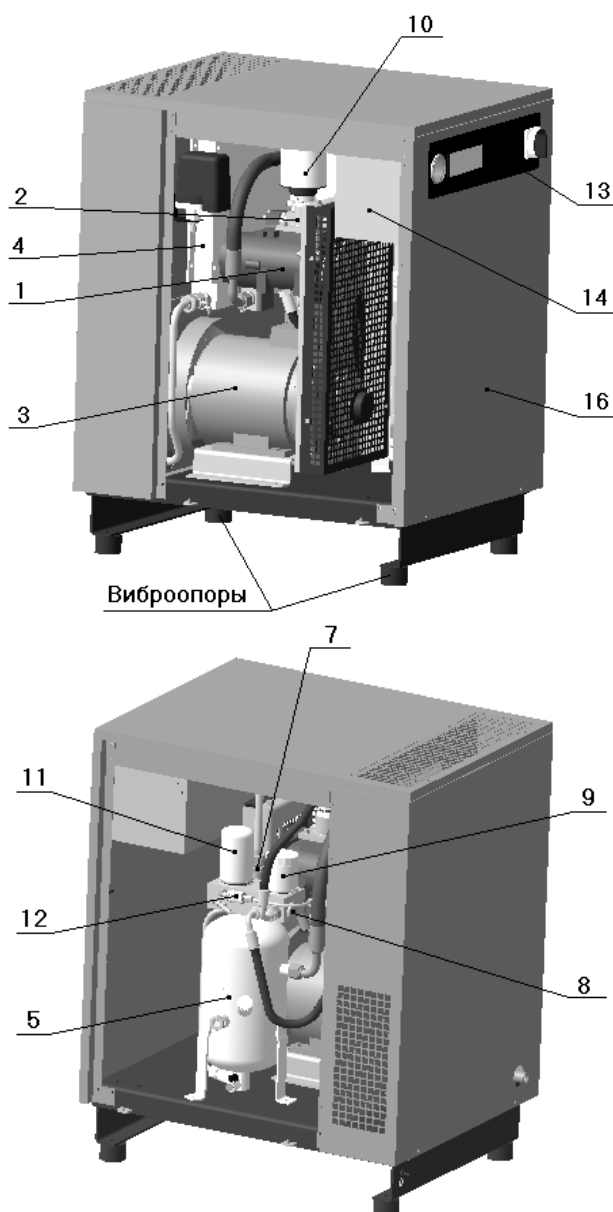
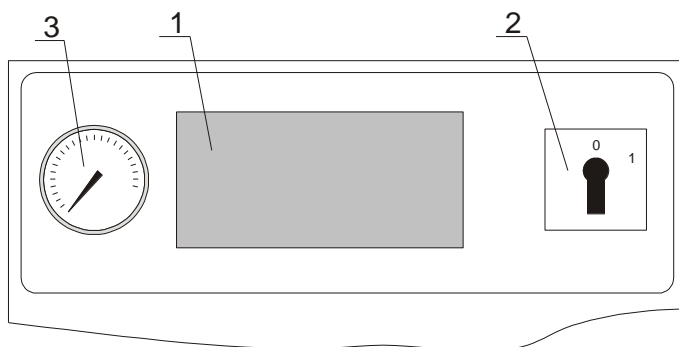
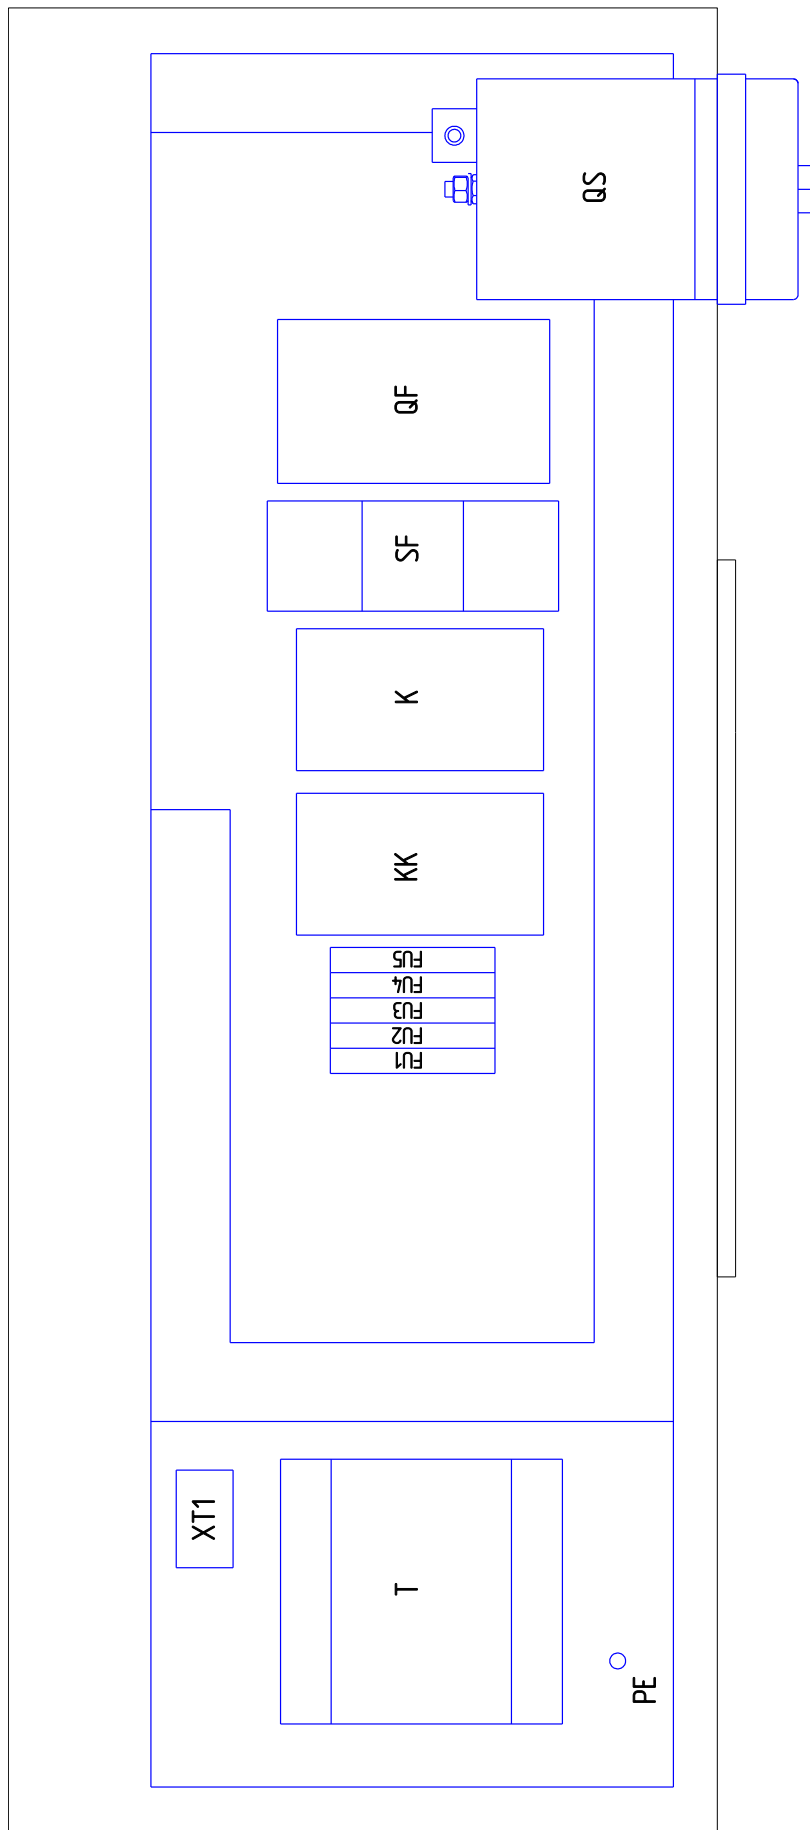

Рисунок 1 – Общий вид компрессорной установки ВК5Е-..., ВК7Е-..., ВК10Е-...
Рисунок 5
Рисунок 6 – Блок-схема платы монтажной BK5E, BK7E, BK10E
1 – Винтовой блок предназначен для выработки сжатого воздуха. Винтовые блоки, применяемые в компрессорных установках, приведены в таблице 3 (см. рисунок 1 или 2, или 3). В корпусе винтового блока расположены: винтовая группа, пропускные каналы для воздуха и масла, присоединительные фланцы.
2 – Клапан всасывающий (см. рисунок 1 или 2, или 3) воздушный выполняет функцию подачи воздуха в камеру сжатия и предотвращения выброса наружу сжатого воздуха и масла в момент останова установки при любом давлении подачи сжатого воздуха. Переключение клапана всасывающего в режим "ЗАГРУЗКА" или "ХОЛОСТОЙ ХОД" осуществляется при помощи клапана электромагнитного, который управляется программируемым контроллером от сигнала датчика давления.
3 – Электродвигатель (см. рисунок 1 или 2, или 3) предназначен для привода винтового блока.
4 – Воздушно-масляный радиатор (см. рисунок 1 или 2, или 3) двухсекционный, комбинированный, выполняет функции охлаждения масла и предварительного охлаждения воздуха на выходе из установки. Радиатор охлаждается проходящим через него потоком воздуха, который нагнетается вентилятором, установленным на втором конце вала электродвигателя привода установки.
5 – Маслоборник (см. рисунок 1 или 2, или 3) выполняет следующие функции:
7 – Клапан минимального давления (см. рисунок 1 или 2, или 3), установленный на линии нагнетания, предназначен для поддержания минимального давления в пределах 0,2...0,4 МПа внутри установки до тех пор, пока давление в распределительной сети не уравнивается с давлением внутри
8 – Термостат (см. рисунок 1 или 2, или 3) состоит из запорного плунжера и термочувствительного глицеринового элемента, изменяющего направление потока масла в зависимости от температуры и смонтирован в корпусе, на котором также установлен фильтр масляный.
9 – Фильтр масляный (см. рисунок 1 или 2, или 3) неразборный изготовлен в металлическом корпусе. Он расположен в контуре смазки и предотвращает попадание твердых частиц на рабочие поверхности винтов и подшипников. Его замена необходима после выработки часов, указанных в разделе "ТО", а частота замены напрямую зависит от технического обслуживания воздушного фильтра и от качества масла.
10 – Фильтр воздушный (см. рисунок 1 или 2, или 3) впускной открытого типа. Функция воздушного фильтра - предотвращение попадания загрязняющих частиц в зону винтовой группы и систему смазки. Некачественное обслуживание воздушного фильтра приводит к уменьшению срока службы блока винтового.
11 – Фильтр-маслоотделитель (сепаратор) (см. рисунок 1 или 2, или 3) завершает операцию отделения масла от сжатого воздуха и обеспечивает остаточное содержание масла в сжатом воздухе не более 3 мг/м³. Пропускная способность фильтра-маслоотделителя зависит от качества масла и его рабочей температуры.
12 – Визуализатор возврата масла (см. рисунок 1 или 2, или 3) предназначен для визуальной оценки количества масла на возврате из фильтра-маслоотделителя. Масло, отделенное фильтром-маслоотделителем, возвращается в систему смазки установки. Функцией визуализатора является управление расходом возвратных потоков воздуха и масла. Визуализатор позволяет проверить эффективность работы фильтра-маслоотделителя и системы сепарации.
13 – Панель управления (см. рисунок 1 или 2, или 3). На лицевую сторону панели управления вынесены следующие органы управления (рисунок 5):
14 – Шкаф с электроаппаратурой (см. рисунок 1 или 2, или 3) представляет собой короб закрытого типа с установленной платой, на которой смонтирована пускорегулирующая аппаратура и устройства защиты (блок-схема см. рисунок 6), доступ к которым осуществляется путем демонтажа верхней панели корпуса и крышки шкафа.
16 – Корпус шумозащищенного исполнения (см. рисунок 1 или 2, или 3) служит для снижения уровня шума в рабочей зоне установки.
- 4) Плавкие предохранители - (см. рисунок 6) защита цепей управления и сигнализации;